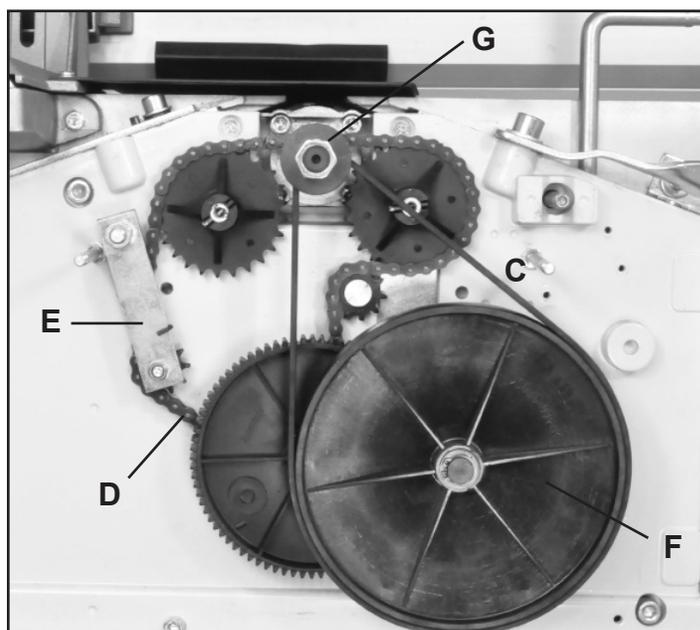

FIG. 31
6. La ceinture de rouleaux d'alimentation (#256, FIG. 31, C) ne nécessite aucun ajustement. Son élasticité applique automatiquement la tension.
7. La chaîne de rouleaux d'alimentation (#248, FIG. 31, D) est automatiquement tendue avec l'Assemblée de printemps (#246, 247, 249, E) et ne nécessite aucun ajustement.
2. Pour remplacer la courroie du rouleau d'alimentation (# 256, FIG.31, C), il suffit d'étirer la courroie élastique et de la positionner sur la grande poulie à courroie plate (# 257, F), puis sur l'arbre de la tête de coupe (G).